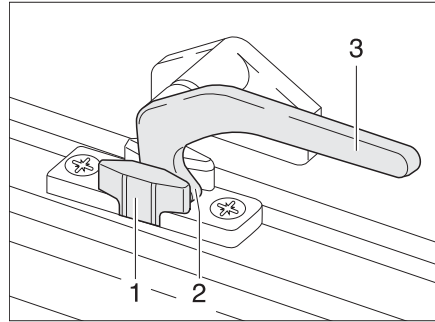

Bild 74 Verriegelungshebel in Stellung "Dauerbelüftung"
- in Stellung "Dauerbelüftung" (Bild 74)
- Den Verriegelungshebel (Bild 74,3) eine viertel Umdrehung zur Fenstermitte hin drehen.
- Den Verriegelungshebel eine viertel Umdrehung zum Fensterrahmen hin drehen. Die Verriegelungsnase (Bild 74,2) dabei in die Aussparung der Fensterverriegelung (Bild 74,1) einfahren.